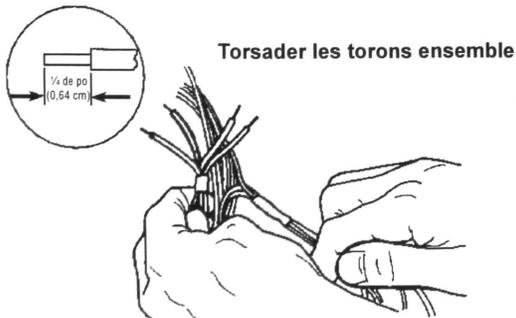

Figure 7
7. À l'aide d'une pince à dénuder (réglée pour des fils de calibre 16), dénuder les quatre (4) fils coupés du côté faisceau sur environ $\frac{1}{4}$ de po (0,64 cm), puis torsader les torons de chaque fil pour bien les serrer ensemble. Voir la Figure 7 pour plus de détails.